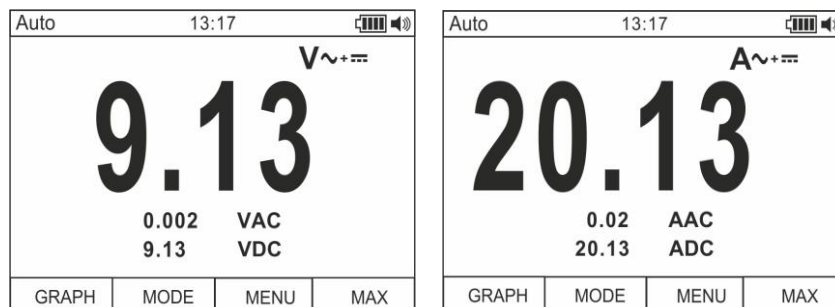

Fig. 3: Descrição da medição de tensões e correntes CA+CC
2. Premir o botão **F2** selecionando as modalidades “ $V \sim + \sim$ ” ou “ $A \sim + \sim$ ” (ver Fig. 3)